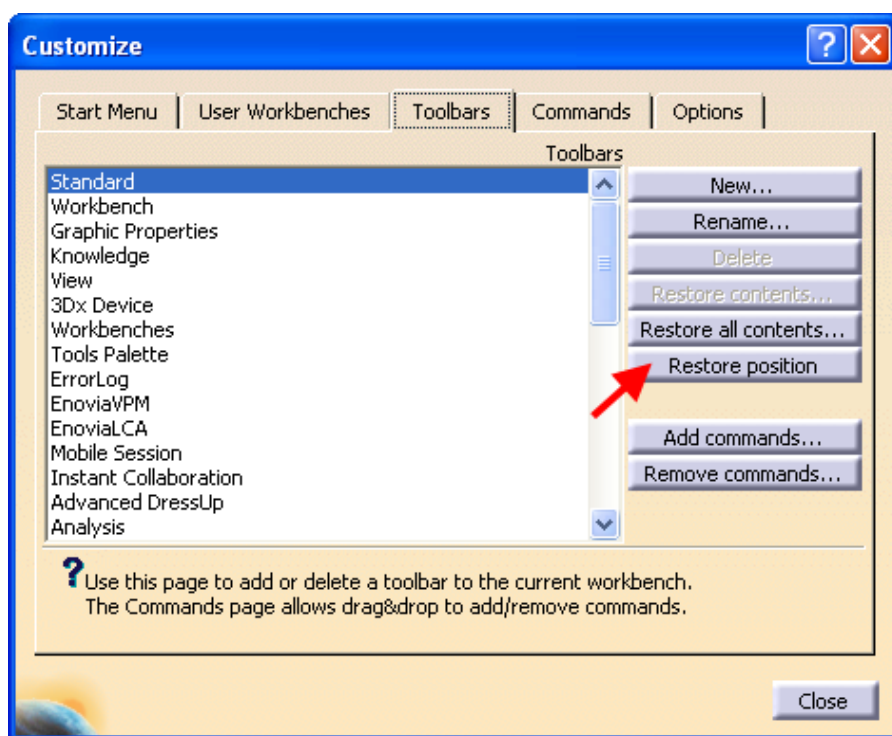

Рис. 38
Закладка Toolbars (Рис. 38) використовується для додавання або видалення панелей інструментів з поточного середовища моделювання.
- Натиснути кнопку Restore position (відновити положення) (Рис. 38).